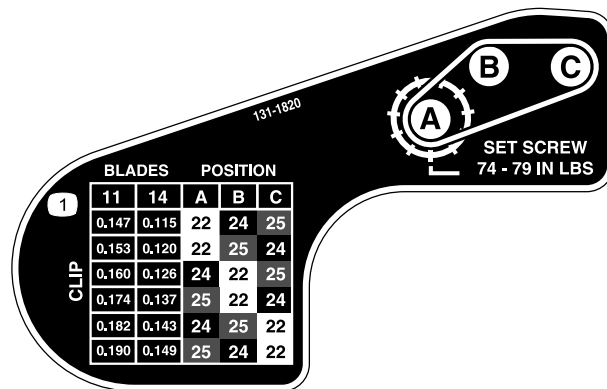

图21
- 使用 图21 上的标贴中所示的图表确定您需要的切距设置及您需要移动的皮带轮。
- 按标贴 (图21) 中所示的新配置安装每个皮带轮。